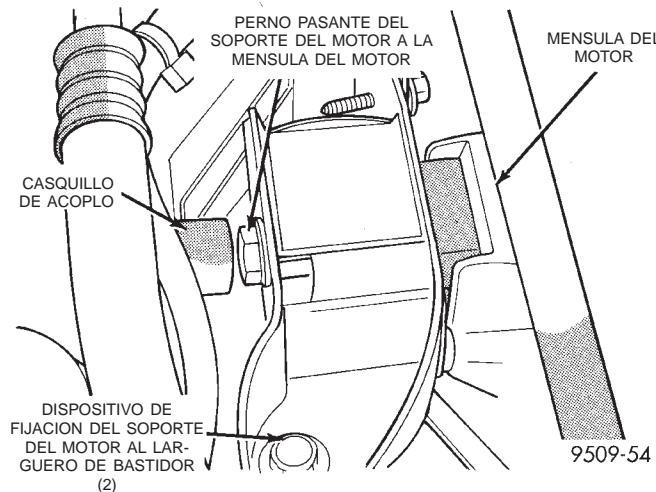

Fig. 12 Soporte del motor—Derecho
(1) Retire el solenoide de ciclo de limpieza de la ménsula del soporte del motor.
(2) Retire del larguero de bastidor los dispositivos de fijación vertical del aislador del soporte delantero del motor (Fig. 12).
(3) Retire la carga sobre los soportes del motor sosteniendo cuidadosamente el conjunto de motor y transmisión sobre un gato de suelo.
(4) Retire la cubierta del orificio de acceso del perno pasante. Retire el perno pasante del conjunto del aislador (Fig. 12). Retire el aislador.
(5) Para la instalación, invierta el procedimiento de desmontaje. Apriete los dispositivos que fijan el soporte del motor al larguero con una torsión de 54 N·m (40 lbs. pie), luego apriete el perno pasante del soporte del motor a la ménsula del motor con una torsión de 108 N·m (80 lbs. pie).